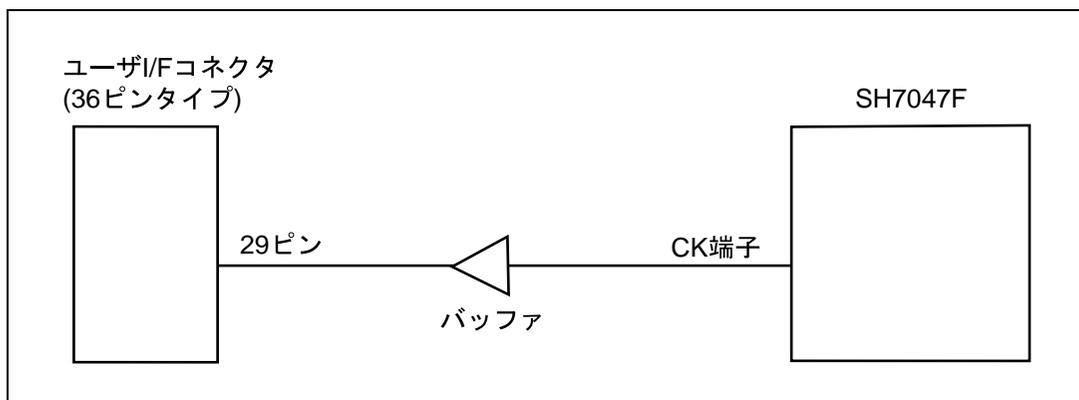

図 6.3 ユーザインタフェースコネクタ (36ピンタイプ) と SH7047F 間の回路例
- (2) ユーザシステム側の/RESET 信号は、87 ピンに入力しますが、この信号をユーザシステム側より出力として Hitachi-UDI ポートコネクタに接続してください。
- (3) CK 端子は E10A エミュレータが使用します。ここで CK 端子をインタフェース直結にした場合、インタフェースケーブルの負荷容量及び、反射により動作に影響を及ぼす可能性があります。したがって、E10A エミュレータを使用する場合、ユーザインタフェースコネクタ(36ピンタイプ)とSH7047F間のCK端子は、図6.3に示すようにバッファ(例：74LVC125等)を介して接続することを推奨します。なおバッファの電圧はVccとしてください。